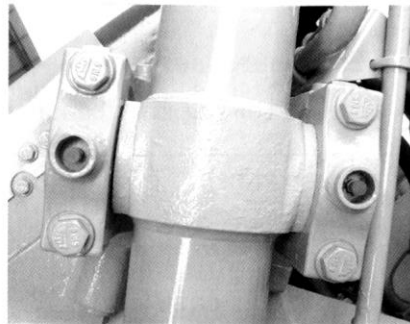

Рис. 4-3.
- 5) Опорная вилка цилиндра (Рис. 4-3).